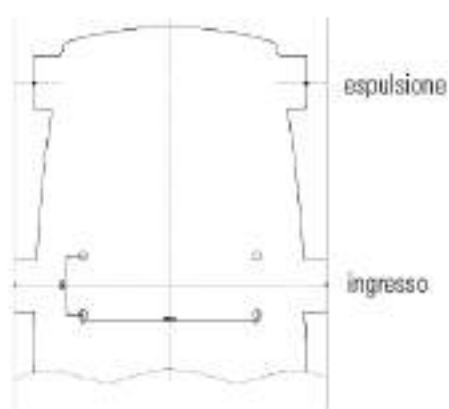

Figura 8
2. Utilizzare l'apposita dima per segnare la posizione desiderata. Verificare che la posizione non interferisca con il passaggio di cavi elettrici sotto traccia (Figura 8).